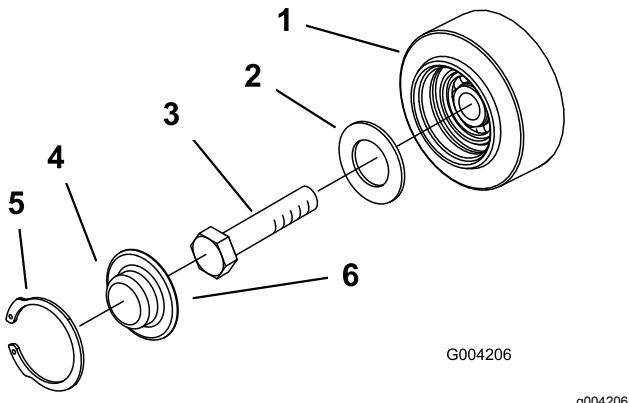

Figura 49
3. Retire la anilla a presión y el tapón de una de las ruedas de rodaje (Figura 49).
4. Compruebe la grasa que hay debajo del tapón y alrededor de la junta (Figura 49). Si está sucia, tiene arena o queda poca grasa, elimine toda la grasa, cambie la junta, y añada grasa nueva.